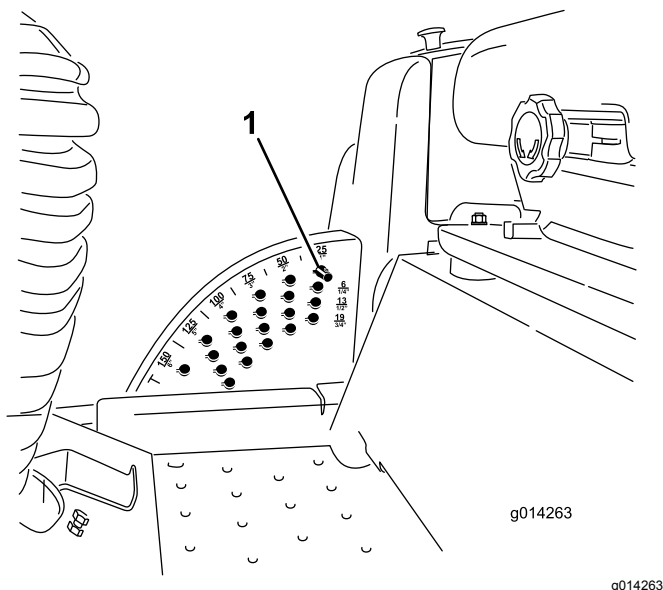

図 19
1. エンジンが回転している状態で、カッティングユニット昇降スイッチの後側を押し、ユニットが完全に上昇したら直ちにスイッチから手を離す 図 19。
2. 刈り高ピンを回して刈り高設定穴のスロットとが整列したところでピンを抜き取る 図 19。
3. 刈り高ブラケットについている穴から、希望する刈り高に対応する穴を見つけ、その穴にピンを通し、ピンを回してロックする (図 19)。
注 穴は全部で4列あります **図 19**。外周側の列は、外周部に刻印されている通りの刈高の穴です。2列目の穴は、それぞれ1列目プラス6mmの刈り高となります。3列目の穴は、それぞれ1列目プラス12mmの刈り高となります。一番下の列の穴は、それぞれ3列目プラス18mmの刈り高となります。刈高158mmだけは例外で、2列目のはずれにあります。この穴にセットすると刈高158mmとなります6mmアップにはなりません。